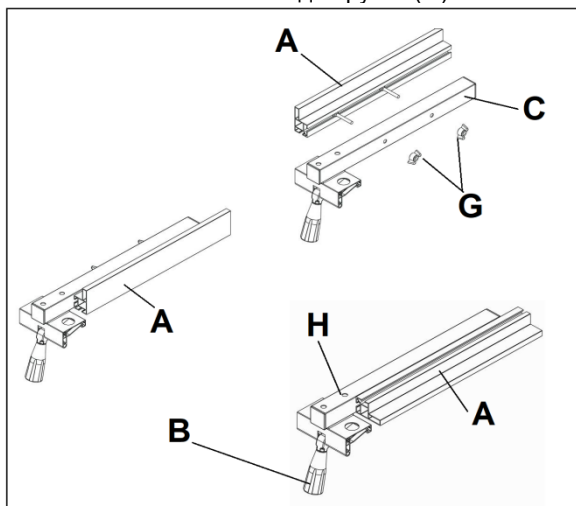

Рисунок 25
- Ослабьте и снимите две ручки (G, Рис. 25).
- Установите на место две ручки (G).
- Установите упор на направляющую (С, Рис. 25).
- Затяните стопорный рычаг (В, Рис. 25), чтобы зафиксировать упор.